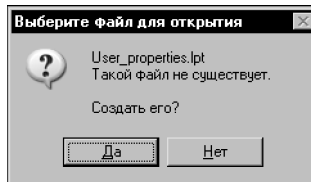

Рис. 79.6. Запрос на создание файла новой библиотеки
4. Ответьте **Да** на запрос системы о создании нового файла (рис. 79.6).